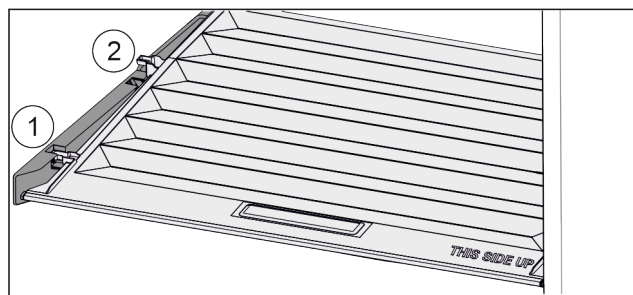

Fig. 42
- ▶ Vytáhněte víko dopředu až k otvoru v přídržných dílech Fig. 42 (1).
- ▶ Vzadu zespuď nadzvedněte a vyjměte směrem nahoru Fig. 42 (2).